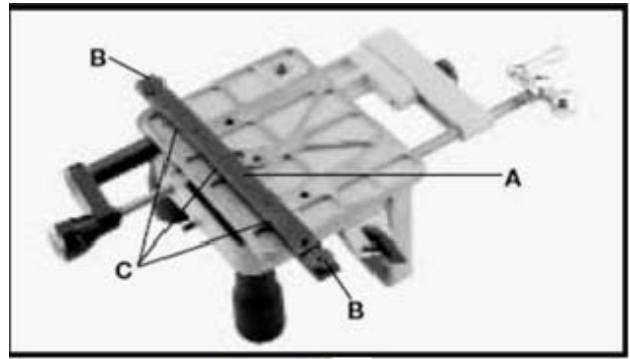
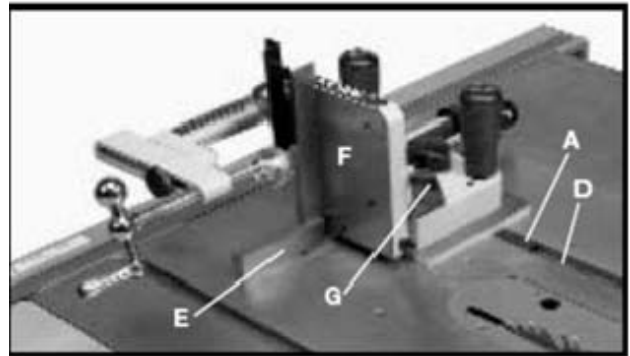

Рисунок 12
Рисунок 13
1. Шипорезное устройство оснащено регулируемой направляющей планкой (А), Рис. 12, позволяющей подстраиваться под пилу, устраняя поперечный люфт. На концах направляющей планки (А) имеются специальные шайбы (В) для удержания устройства во время работы. **ПРИМЕЧАНИЕ:** шайбы (В) необходимо снимать, если на столе нет Т-образного паза.
2. Вставьте направляющую планку (А), Рис. 13, в левый паз (D), как показано на рисунке, и подвигайте устройство вдоль паза вперед-назад, чтобы убедиться в отсутствии поперечного люфта. Если люфт отсутствует, и устройство легко перемещается по пазу, нет нужды в дополнительных настройках. Если же при перемещении возникает поперечный люфт, или устройство при этом заклинивает, выполните следующее:
2. Используя шестигранный ключ на 2,5 мм (не показан), поверните винты (С), Рис. 12, по часовой стрелке для устранения люфта, или против часовой стрелки для более свободной посадки направляющей планки (А), Рис. 13, в пазу (D). Установите шипорезное устройство обратно на станок и проверьте правильность регулировки.
1. Вставьте направляющую планку (А), Рис. 12, в левый паз стола.
2. Точным угольником (Е), Рис. 13, проверьте, расположен ли вертикальный упор (F) под прямым углом к столу. Если требуется регулировка, ослабьте запорную рукоятку (G), сместите упор (F) так, чтобы угол относительно стола был прямым, и затяните рукоятку (G).